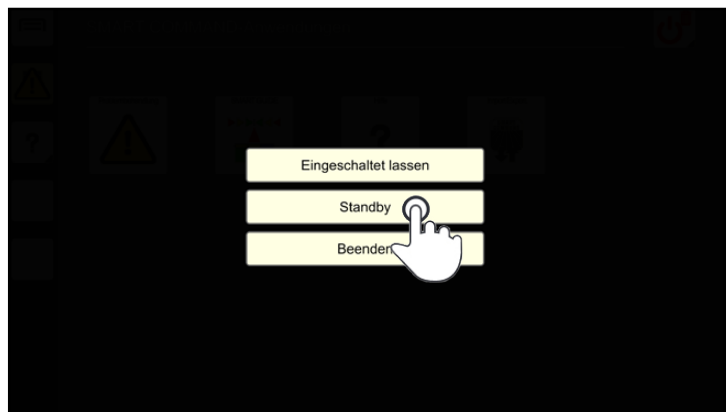

Abb. 96: Standby-Modus einschalten
3. Tippen Sie auf „Standby“ (siehe Abb. 96).